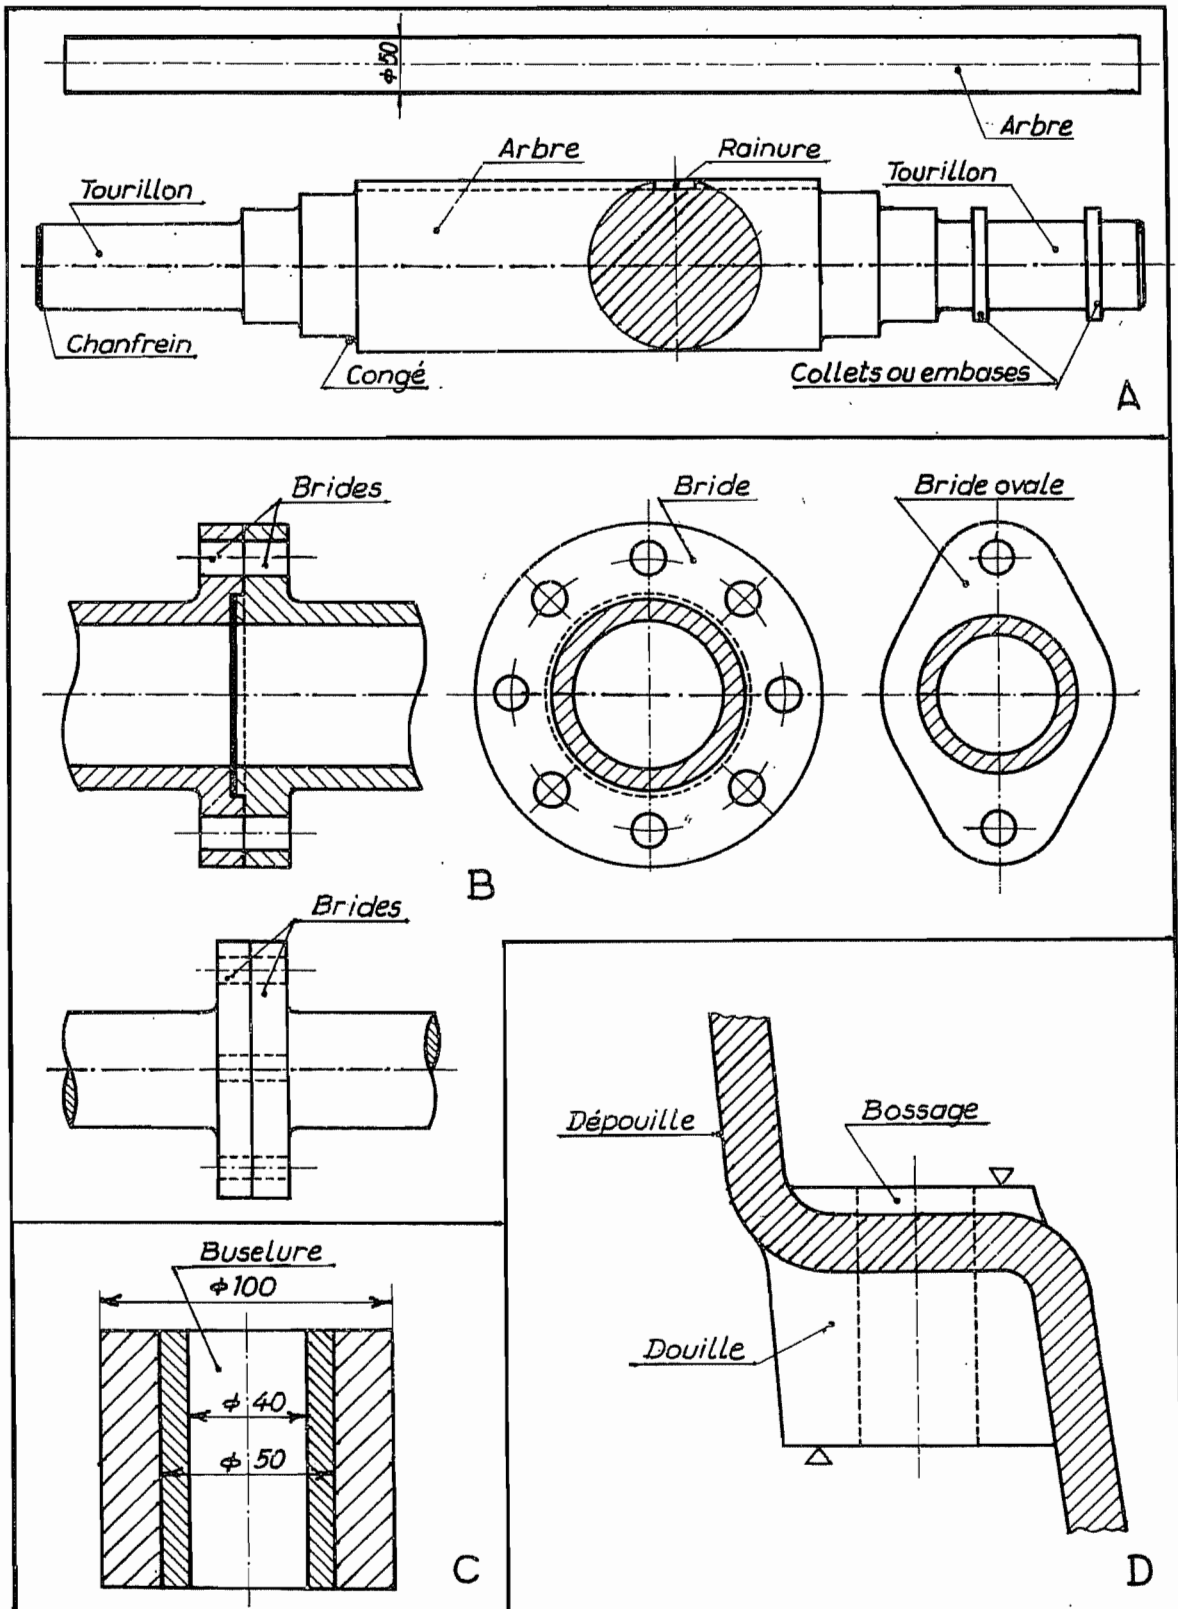

FIG. 1
Les lignes qui suivent sont destinées à familiariser nos étudiants avec le vocabulaire courant de la construction mécanique. Les définitions sont largement illustrées dans les figures 1 à 7 qui suivent. Un certain nombre de traductions en anglais (E) et en allemand (D) sont données.